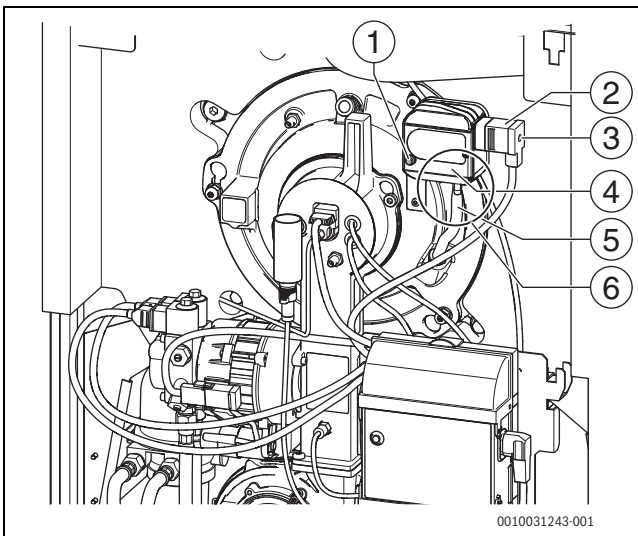

Bild 90 Störung am Druckwächter zurücksetzen
- ▶ Bei Teileaustausch im Reparaturfall auf die korrekte Zuordnung der Messleistungen gemäß Bild 90 und 91 achten!